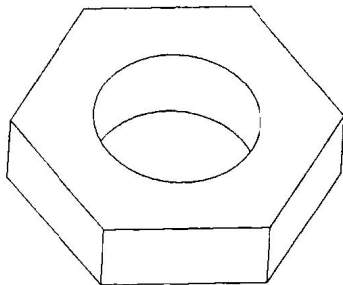

图 2-6 螺孔绘图面
4. 制作螺孔。执行菜单管理器中的 PART  $\rightarrow$  Feature  $\rightarrow$  Create  $\rightarrow$  Solid  $\rightarrow$  Hole 命令, 在出现的 Hole 对话框中 Hole Dimension 栏中设定输入孔的直径 Diameter 值为 10, 并在 Depth One 下拉列表中选中 Thru All 项。选择螺母顶面, 选取与螺母顶面垂直的参考面 RIGHT, 并输入 Distance 为 0, 选取 FRONT, 输入 Distance 为 0。单击  按钮退出 HOLE 对话框, 此时绘制效果如图 2-6 所示。